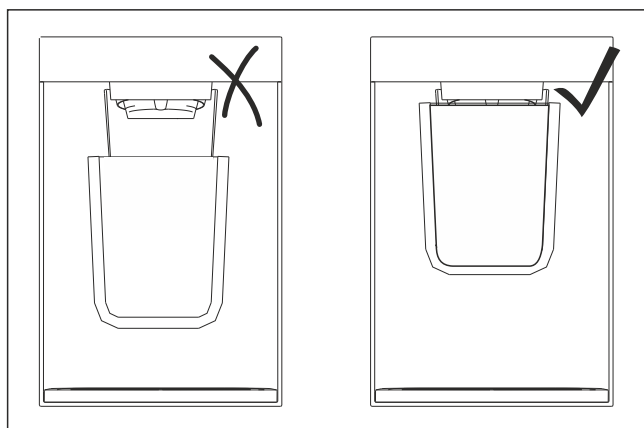

Fig. 101 Beispielhafte Darstellung
- ▶ Gefäß möglichst nahe an Ausgabeöffnung halten. (siehe Fig. 101)